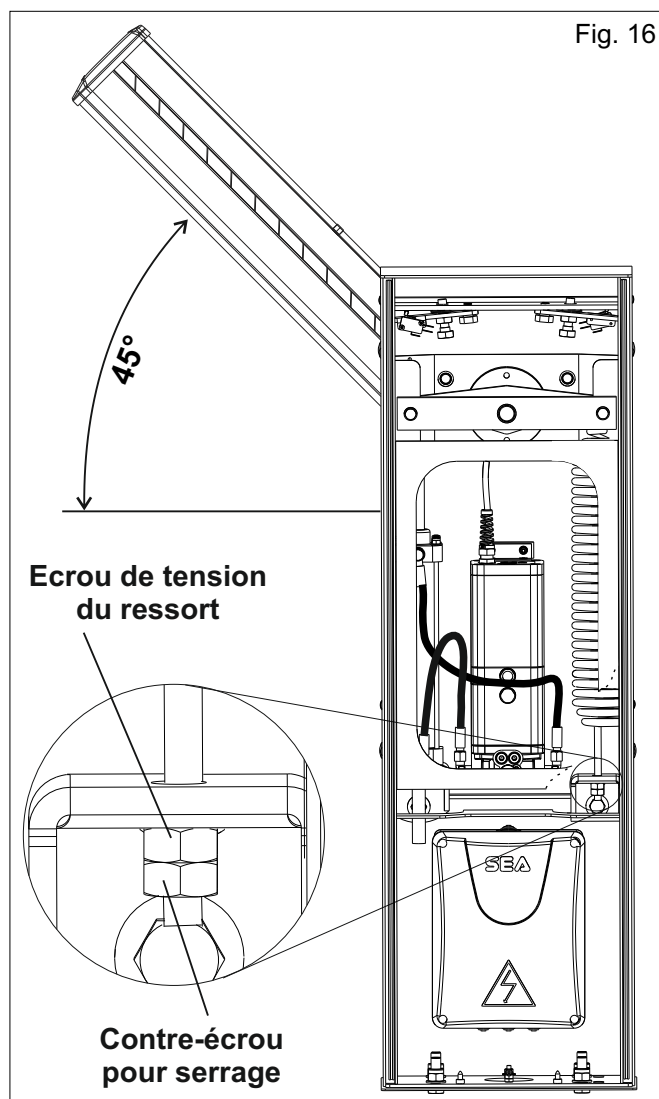

Fig. 16
- Déverrouiller la lisse à l'aide du déverrouillage manuel de manière qu'elle puisse s'ouvrir et se fermer manuellement (Fig. 16)
- Dévisser ou serrer l'écrou de tension du ressort jusqu'à ce que le ressort équilibre le poids de la lisse à 45° (Fig. 16). La condition optimale indiquant un équilibre parfait est lorsque la lisse reste immobile dans la position illustrée en Fig. 16